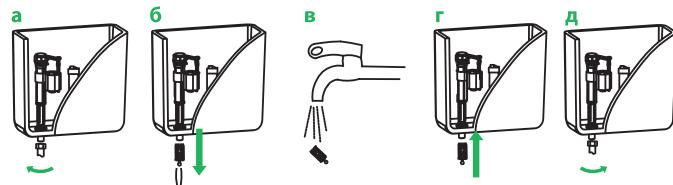

Рис. 7 / 7-сур.
2. Открыть шланг подводки воды (рис. 7а) и руками (или с помощью пинцета) извлечь фильтр-вставку из корпуса выпускного клапана (рис. 7б).
3. Промыть фильтр (рис. 7в).
4. Собрать все в обратной последовательности (рис. 7г, д).